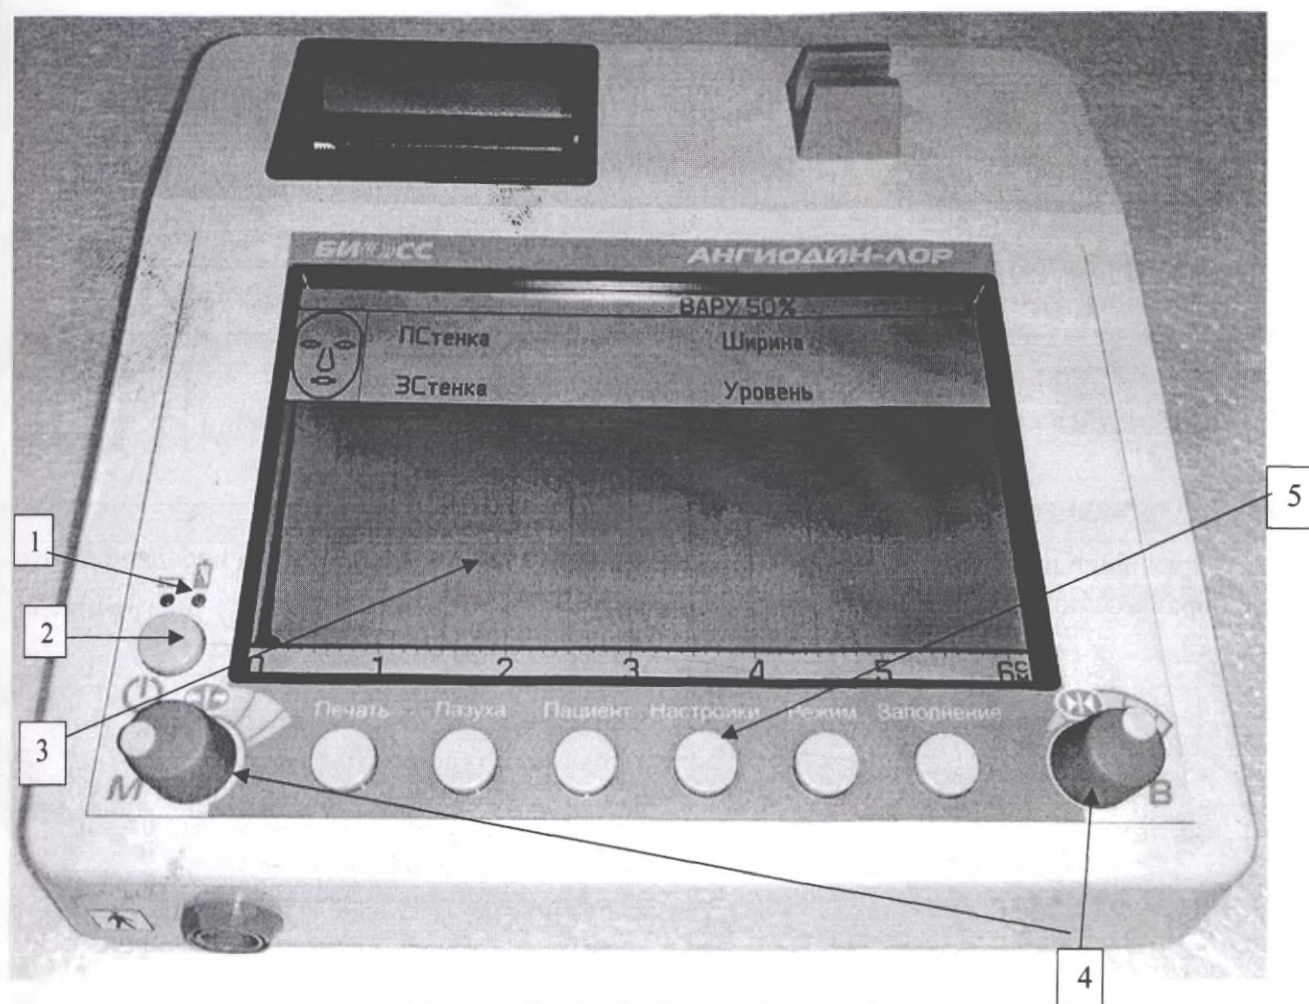

Рисунок 2.2. Передняя панель прибора
- 1) индикатор подключения к сетевому источнику питания (рис. 2.2, позиция 1, слева):
- 2) индикатор заряда аккумуляторной батареи (рис. 2.2, позиция 1, справа):